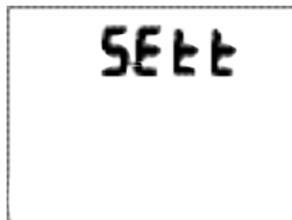

Fig. 38 - AJUSTE T
- Si pulsa el botón S (lateral) durante 10 segundos desde la pantalla PRINCIPAL DE SUPERFICIE del modo NORMAL (o PROFUNDÍMETRO), accederá a la pantalla AJUSTE T, identificada por el mensaje SEtt (Fig. 38).